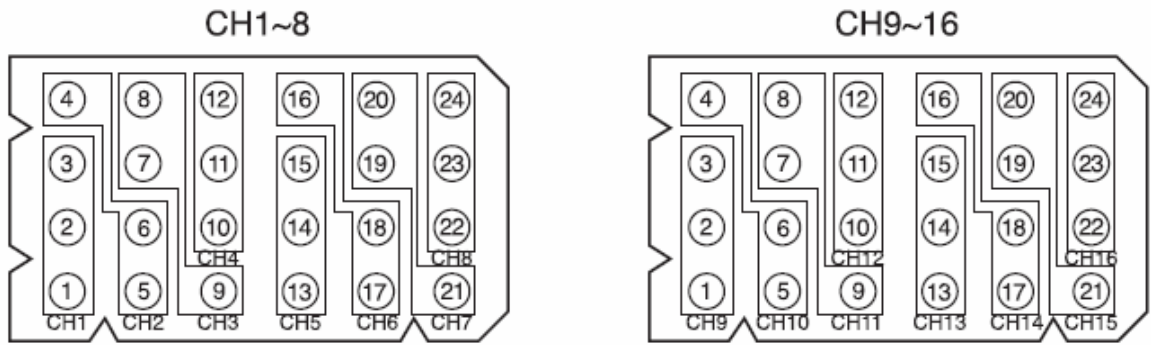

Рис.3
Разъем для подключения пожарных датчиков или «сухих» контактов приемо-контрольного прибора пожарной сигнализации. Распайка разъема дана на рис. 3 и 4.
5. Соедините пожарные датчики («сухие» контакты приемно-контрольного прибора пожарной сигнализации) с разъемом на задней панели контроллера ECS-9216 (рис.3 и 4).